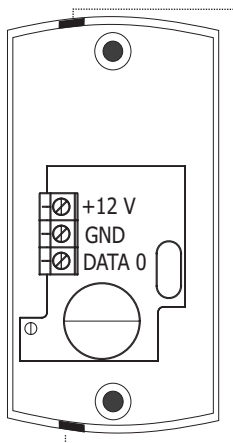

Рис. 2
3. В зависимости от того, в какую сторону прокладывается кабель подключения считывателя, удалите тонкую перемычку отверстия в корпусе и проложите в него кабель (см. рис. 2).